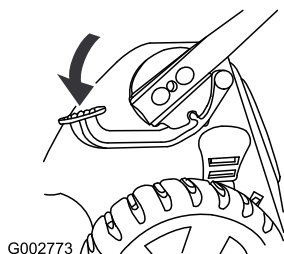

Figura 49
1. Premete il pedale col piede e tenetelo premuto (Figura 49).